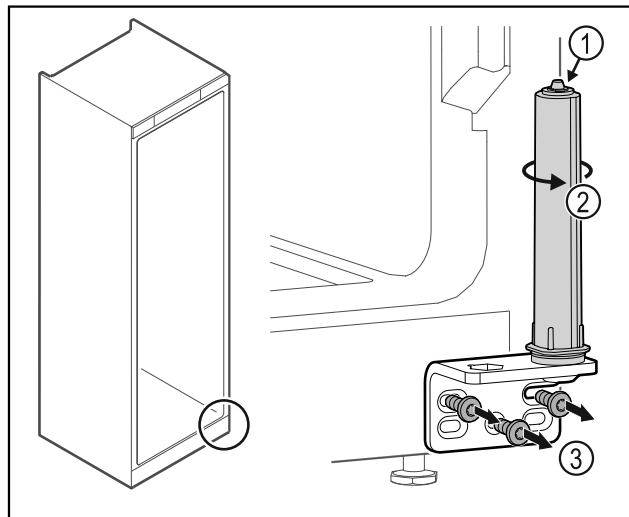

Fig. 35
- ▶ Nerozebírejte uzavírací systém dvířek Fig. 35 (1).
- ▶ Otáčejte uzavíracím systémem Fig. 35 (2), dokud nezacvakne.
- ▶ Odšroubujte úhelník závěsu Fig. 35 (3).